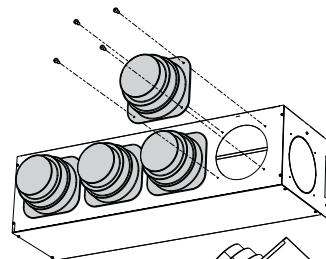

Fig.1
- Fissare le flange sul plenum PM_V sul plenum con le viti fornite autofilettanti (fig.1)